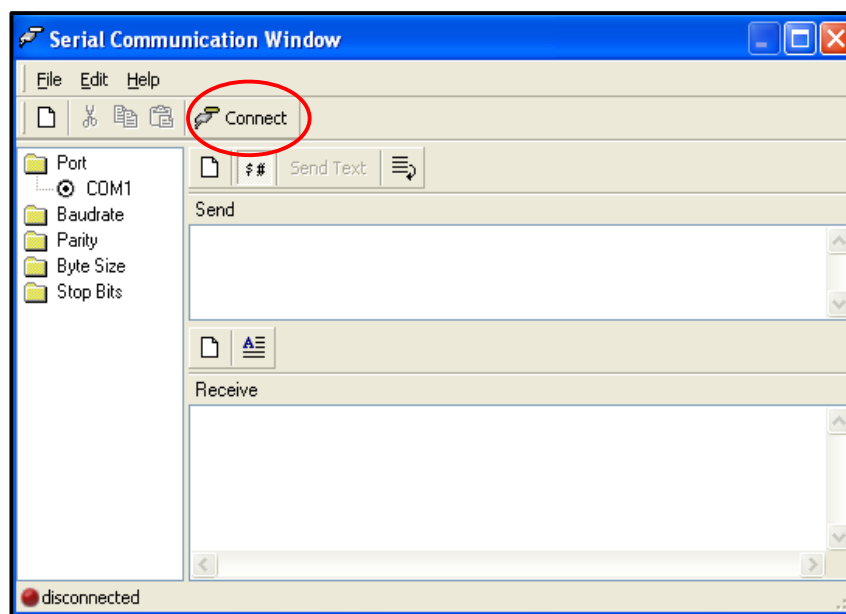
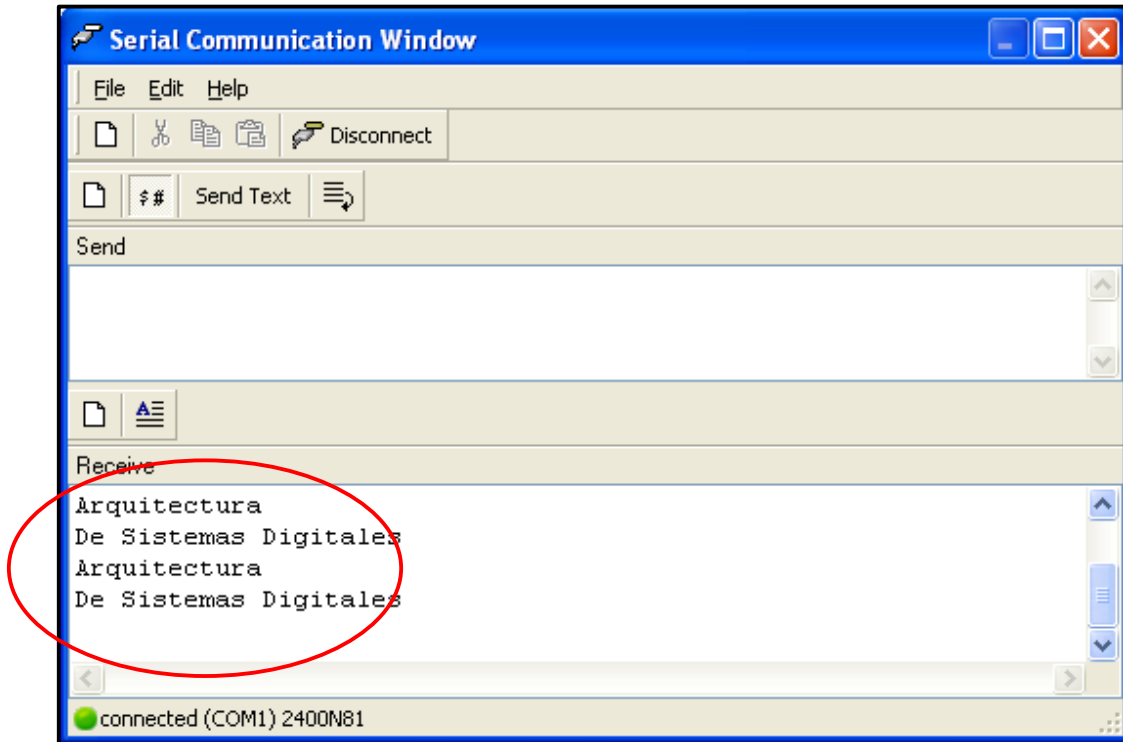

Figura 43. Conexión entre el PIC y la PC.
Figura 44. Conexión establecida entre el PIC y la PC.
10. Se abrirá una ventana idéntica a la de la *figura 43*. Observe en la parte izquierda de la figura se encuentran los mismos datos que configuramos en el **“Administrador de dispositivos de Windows”**. Es importante que configure con los mismos parámetros esta ventana, observe la *figura 44*.